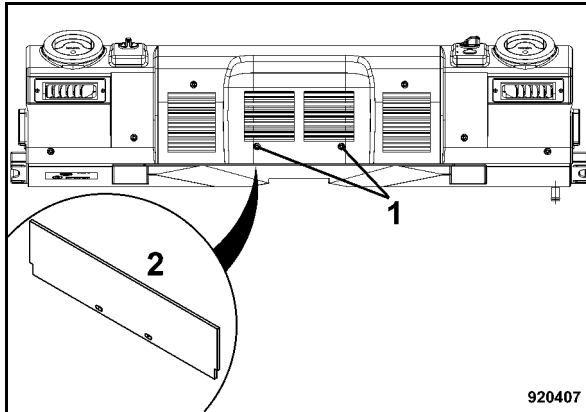

Fig. 150
- Desenroscar los tornillos (1) (Fig. 150).
- Sacar el filtro (2) hacia abajo.